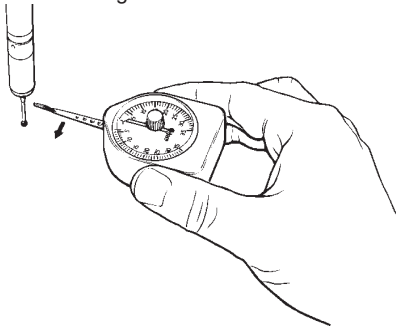

Abbildung 10 – Messen der Antastkraft
- Schieben Sie die Federwaage langsam zur Seite, so dass die flache Spitze des Arms die Tastkugel berührt (stellen Sie dabei sicher, dass der Messtaster in der niedrigen Krafrichtung ausgelenkt wird). Bewegen Sie die Federwaage ganz langsam, bis der Messtaster auslenkt. Stoppen Sie an diesem Punkt sofort, ziehen Sie die Federwaage zurück und lesen Sie den Wert am Schleppzeiger ab (siehe Abbildung 10).